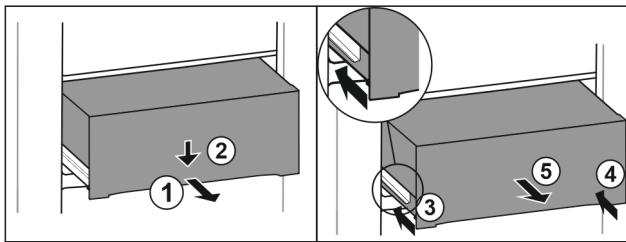

Fig. 131
- ▶ Izvucite ladicu na pola. Fig. 131 (1)
- ▶ Pritisnite ladicu naprijed prema dolje. Fig. 131 (2)
- ▶ Gurnite lijevu vodilicu za oko 2 cm. Fig. 131 (3)
- ▶ Gurnite desnu vodilicu za oko 2 cm. Fig. 131 (4)
- ▶ Izvadite ladicu prema naprijed. Fig. 131 (5)